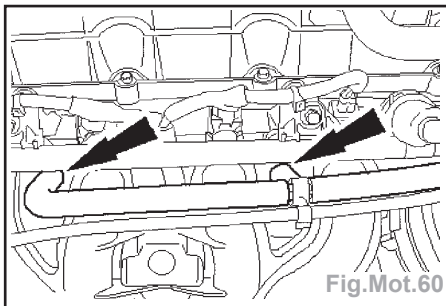

Fig.Mot.60
- Débrancher le flexible de recyclage des gaz de carter du collecteur d'admission (Fig. Mot.60).